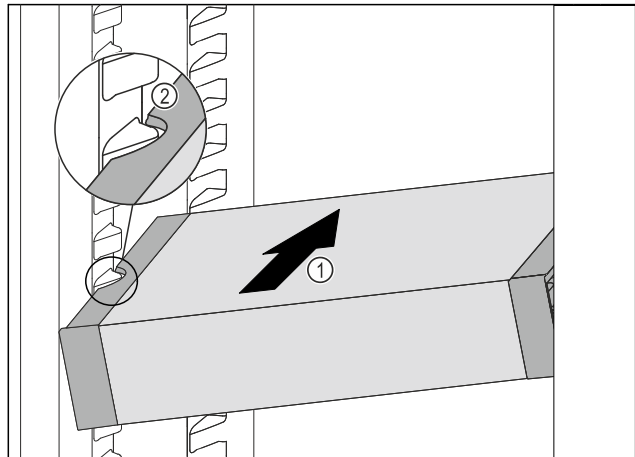

Fig. 54
- Introduzca el VarioSafe en posición oblicua en el compartimento del frigorífico Fig. 54 (1) hasta que los huecos laterales Fig. 54 (2) del VarioSafe se encuentren a la altura de la nervadura del recipiente en el compartimento frigorífico.